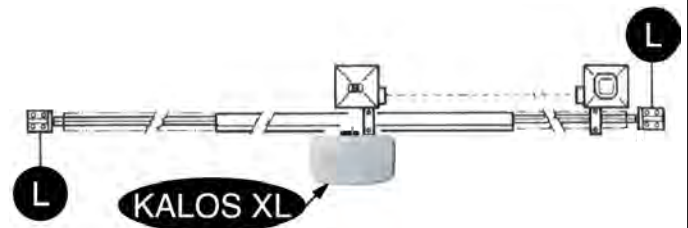

FIG. 2
- Outre les fins de course présents sur l'opérateur, il est nécessaire d'installer des butées mécaniques fixes à l'extrémité de chaque course de sorte à arrêter le portail en cas de dysfonctionnement des fins de course électriques. Pour cela, les butées mécaniques doivent être dimensionnées de sorte à supporter la poussée statique du moteur ajoutée à l'énergie cinétique du portail (L) (Fig.2).